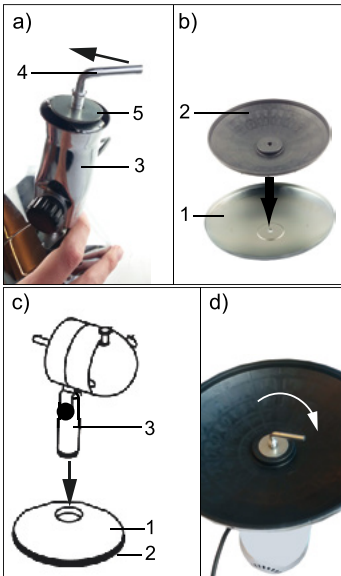

Fig.81: Montarea piesei de bază
1. Deșurubați șurubul de fixare în L (4) de pe soclu.
2. Deșurubați-l în sens contrar acelor de ceasornic. Fig. 81 a).
3. Scoateți șaiba suport (5) de pe soclu (3).
4. Introduceți piesa de racord ca în Fig. 81 b) în bază (1).
5. Așezați soclul pe bază. Fig. 81 c).
9. Strângeți șurubul de fixare în L în sensul acelor de ceasornic. Fig. 81 d).